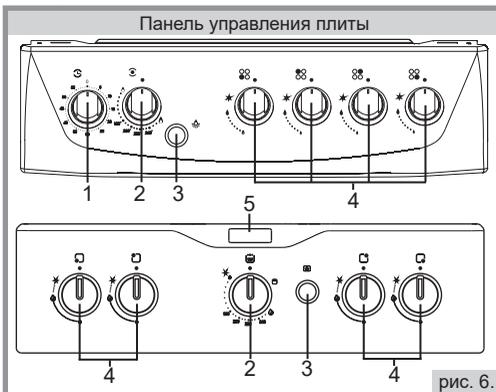

рис. 6.
■ На рисунке панели управления (рис.6) присутствуют элементы комфортности, которые могут присутствовать на панелях различных моделей плит. Для Вашей плиты перечень элементов указан в таблице комфортности моделей плит на обложке настоящего руководства.